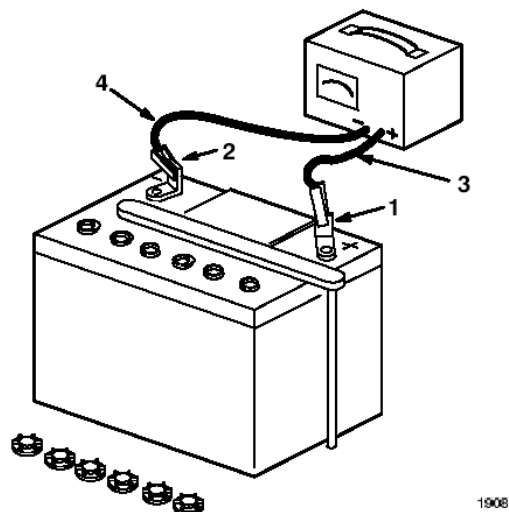

图5
3、保持注液盖开启，将3至4amp的电瓶充电器连在电瓶柱上（图5）等于或低于amperes对电瓶充电4小时。（12伏特）